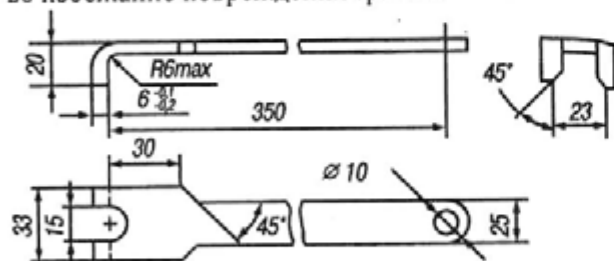

Рис. 270. Специальный ключ для отвертывания гайки резервуара
3. Отвернуть гайку 3 специальным ключом (рис. 270).